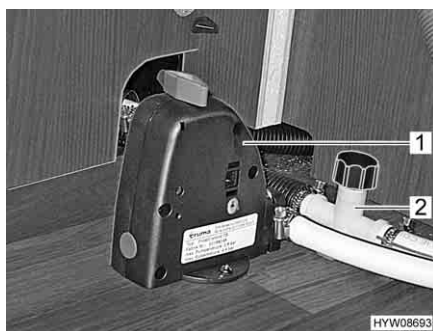

Fig. 158 Rubinetti di scarico e valvola di sicurezza/di scarico
**Fiat** I rubinetti di scarico (Fig. 158,2) e la valvola di sicurezza/di scarico (Truma) (Fig. 158,1) si trovano davanti ai sedili, nel doppio fondo ed è possibile accedervi tramite uno sportello del pavimento.
**Mercedes-Benz** I rubinetti di scarico (Fig. 158,2) e la valvola di sicurezza/di scarico (Truma) (Fig. 158,1) sono montati al di sotto della dinette a L. I rubinetti di scarico e la valvola di sicurezza/di scarico sono accessibili mediante uno sportello esterno sul lato sinistro del veicolo.